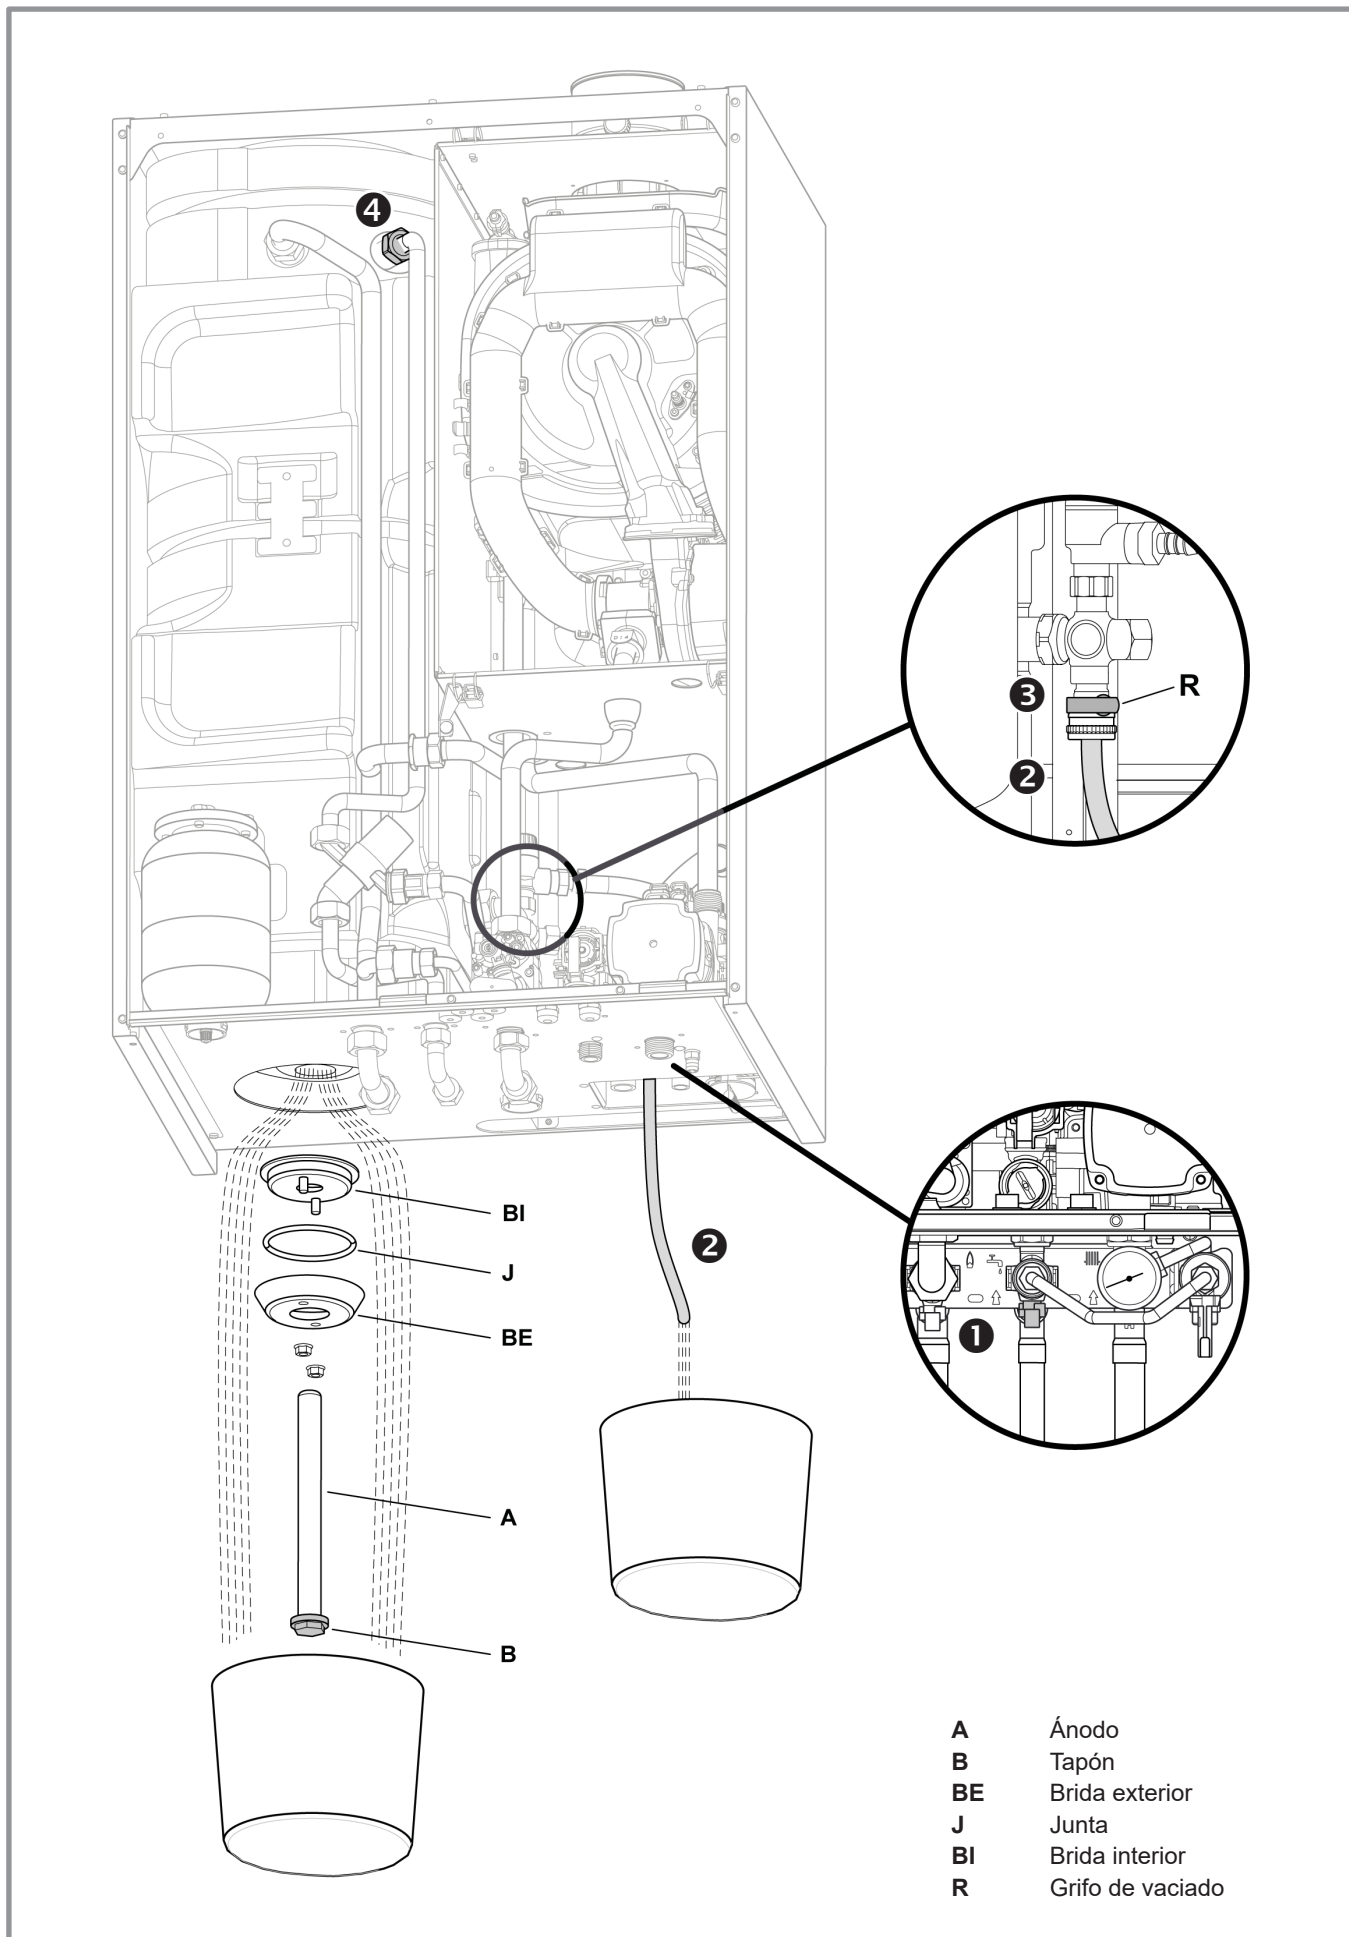

figura 34 - Mantenimiento del acumulador
- 2 Fije un tubo (Ø 15) en el grifo de vacío del acumulador bajo la válvula de seguridad sanitaria (). (figura 34).
- Desatornille el tapón (B) (atención: coloque un cubo bajo la abertura).